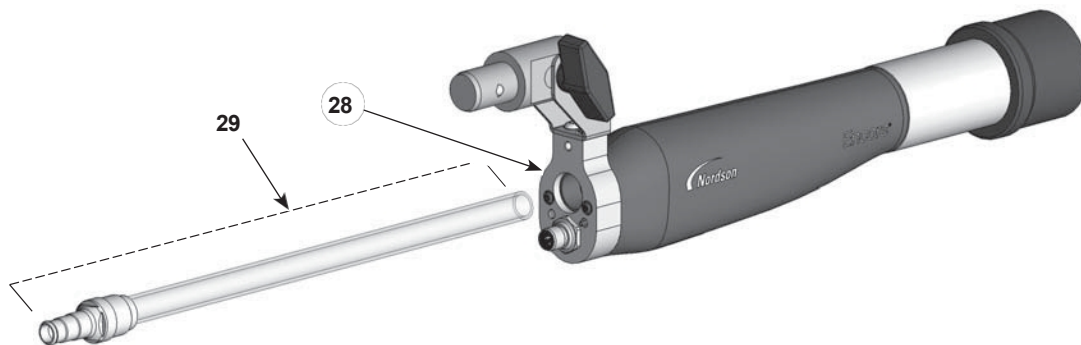

Figure 15 Remplacement du tube d' de
19. Voir la figure 15. Installez le tube à poudre (22) dans l'adaptateur (30) en le tournant pour l'insérer au-delà du joint torique interne jusqu'à ce qu'il soit complètement en place.